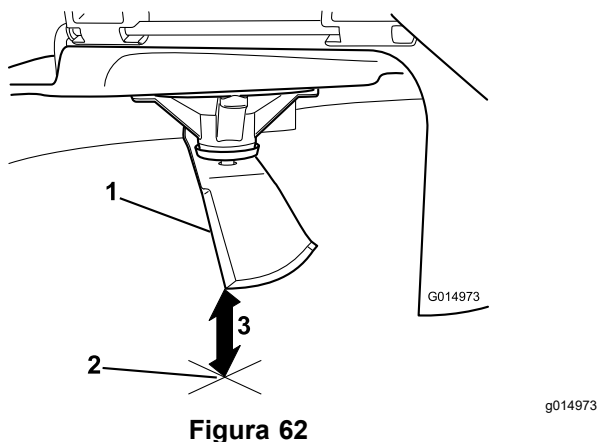

Figura 62
5. Măsurai de la vârful lamei până la suprafața plană (Figura 62).